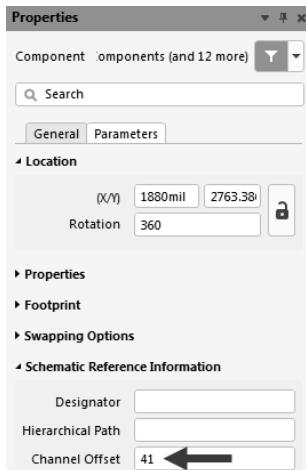

图 12-11 Channel Offset 值
(1) 相同模块布局布线的注意事项如下。
① PCB 上相同模块对应的元件 Channel Offset 值必须相同，在原理图导入的时候，注意对通道数值的检查，如图 12-11 所示。